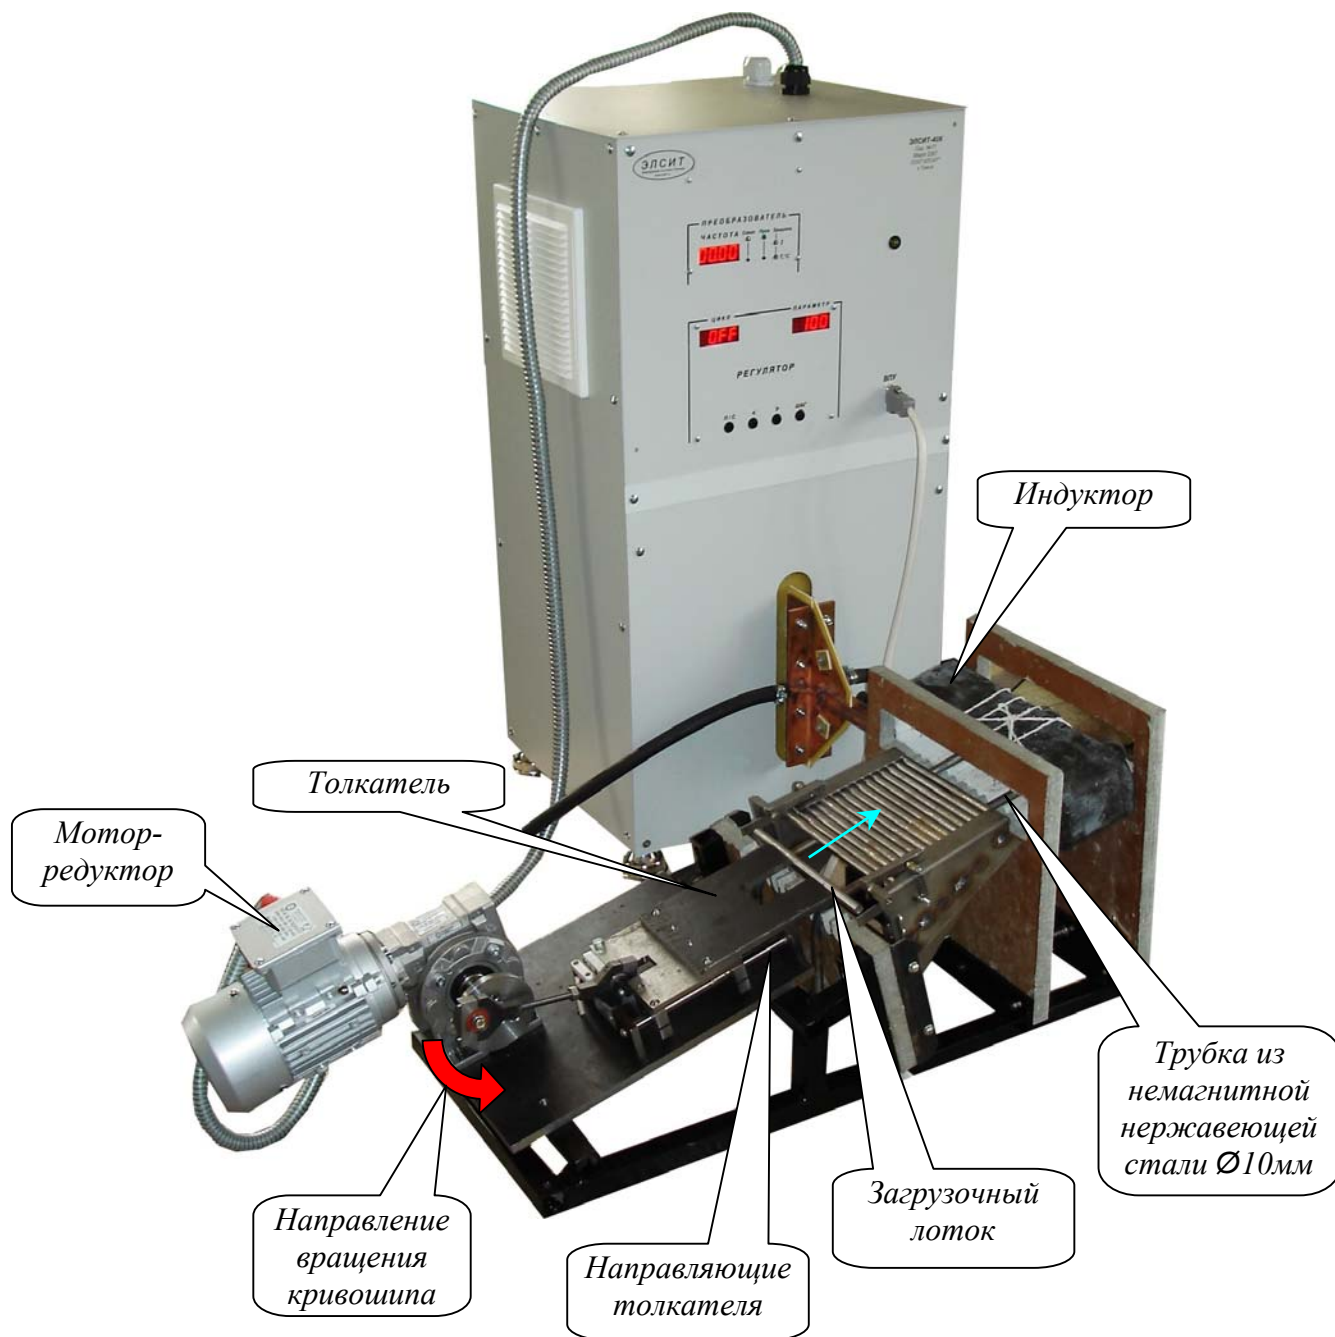
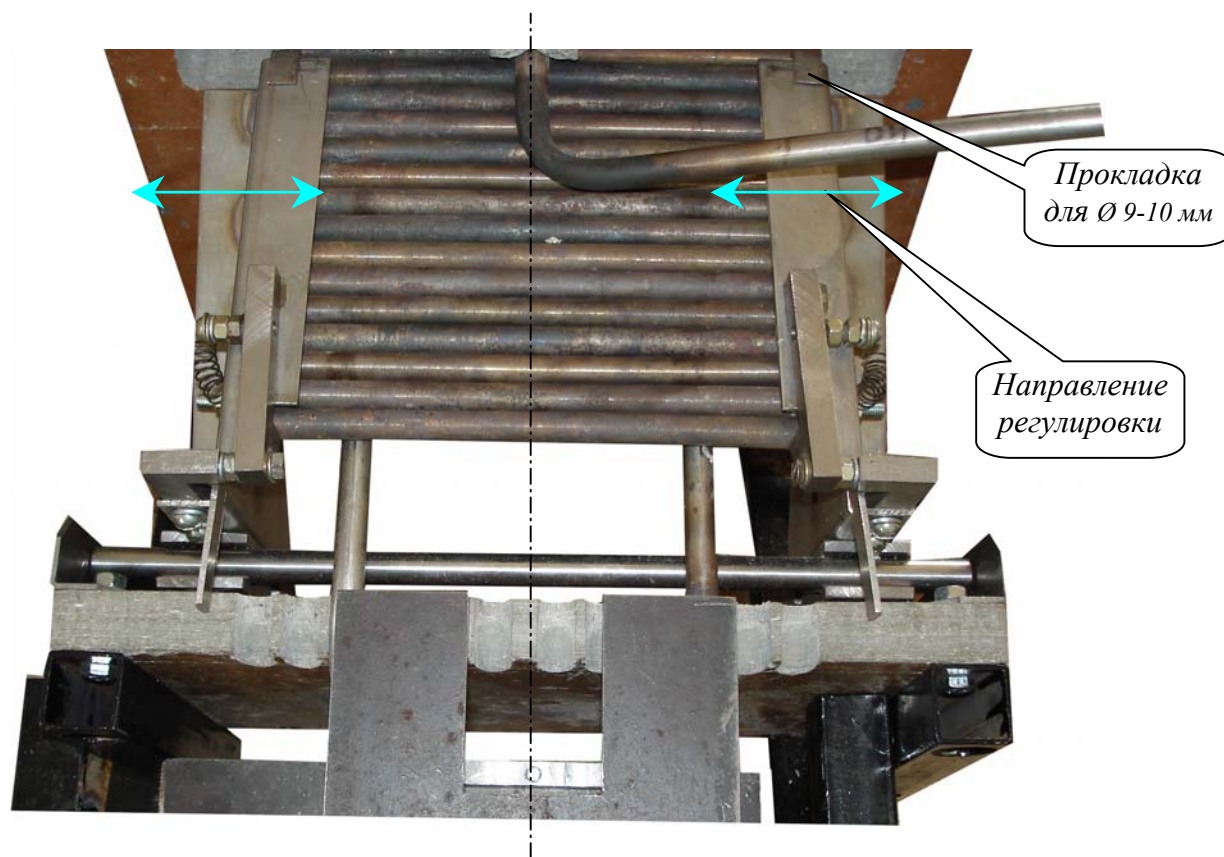

Рисунок 1 – Устройство подачи заготовок в индуктор (общий вид)
Рисунок 2 – Лоток загрузочный.
Регулировка устройства на различные длины заготовок производится путём перемещения ограничительных пластин вправо – влево (рисунок 2).
Ослабить гайки (рисунок 2, 3) и переместить ограничительные пластины так, чтобы между ними помещалась одна заготовка с зазором 5 мм и соблюдалась симметрия. Установить ограничительные пластины в нижнее положение (рисунок 3) и для  $\varnothing 9-10$  мм поставить прокладки, для  $\varnothing 12$  мм прокладки убрать. После затянуть гайки.
Ослабить гайки (рисунок 2, 3) и переместить ограничительные пластины так, чтобы между ними помещалась одна заготовка с зазором 5 мм и соблюдалась симметрия. Установить ограничительные пластины в верхнее положение (рисунок 3) и для  $\varnothing 14$  мм поставить прокладки, для  $\varnothing 18$  мм прокладки убрать. После затянуть гайки.
- 1) Автоматический выключатель на СБП установить в нижнее положение (рис.2 ПАСПОРТ);
- 2) Подключить кабель от устройства подачи к СБП через ввод на верхней панели (рис.2 ПАСПОРТ, рис. 3);
- 3) Подвести сеть  $\sim 380\text{В}$ , 50Гц к СБП на автоматический выключатель, **соблюдая фазировку** (рис.2 ПАСПОРТ). Правильность подключения фаз проверяется по направлению вращения кривошипа (рис. 1). **Нулевой провод подключается на отдельную клемму рядом с автоматическим выключателем!!!**
- 4) Подключить заземление, используя **специальный болт на корпусе СБП** (рис.2 ПАСПОРТ);
- 5) Подключить сменный индуктор к клеммам СБП (рис. 1);
- 6) Подвести водяное охлаждение индуктора, СБП и трубок по которым катятся детали (рис.1);
- 8) Включить автоматические выключатели на СБП (рис.2 ПАСПОРТ);
- 14) Нажать кнопку «Стоп» на передней панели СБП на ВПУ (рис.1 ПАСПОРТ) для сброса защиты (св.д. «Стоп» должен погаснуть);
- правильность подключения фаз сети по направлению вращения кривошипа (рис. 1).